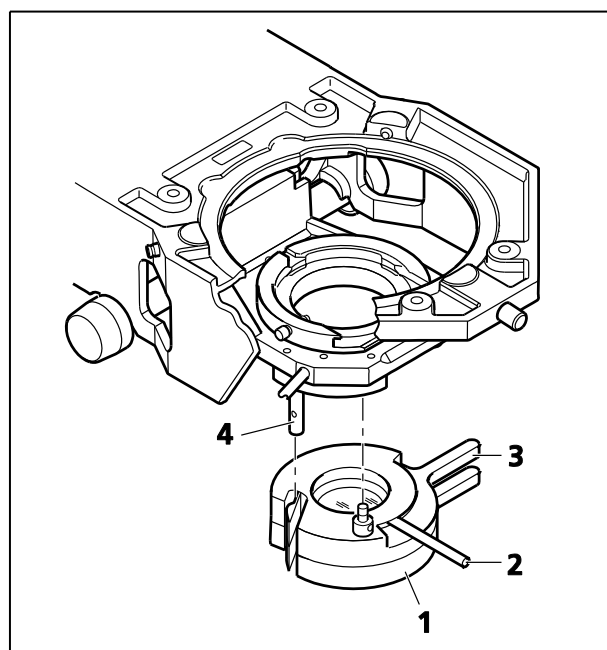

Fig. 78 Polariseur pour lumière transmise
- À l'aide de la poignée (Fig. 78/3), faire pivoter le polariseur (Fig. 78/1) (ou la position du filtre neutre, si nécessaire) dans le trajet de la lumière jusqu'à ce qu'il soit solidement fixé par le boulon de verrouillage (Fig. 78/4).
- Si possible, faire pivoter la lame lambda ou la lame lambda/4 au maximum de 45 degrés vers la droite ou la gauche en déplaçant le levier (Fig. 78/2).